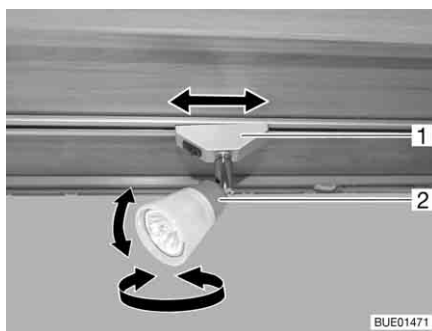

Bild 51 Spotlight
Vrida: ■ Ta tag i huset (Bild 51,2) och vrid.
- Ta tag i fästet (Bild 51,1) och vrid runt ca 45°.
- Ta tag i fästet (Bild 51,1) och vrid runt 90°.